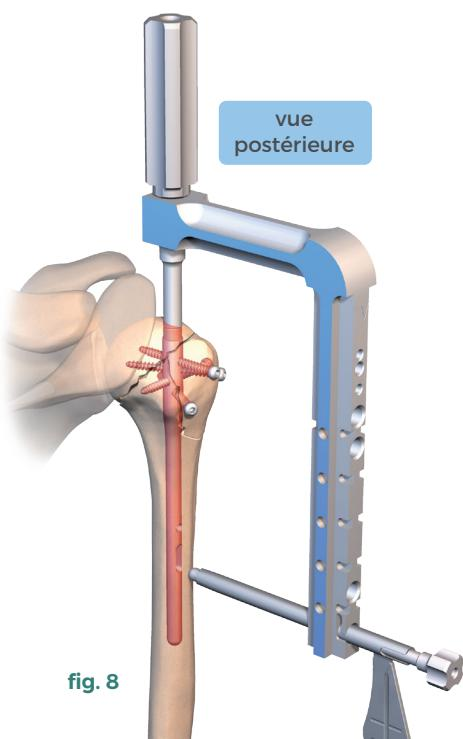

fig. 8
- Insérer le canon guide mèche à bout mousse de diamètre 3,1 mm (réf. 270 822) dans le canon de visée (réf. 253 678), au contact de la corticale diaphysaire (fig.8).